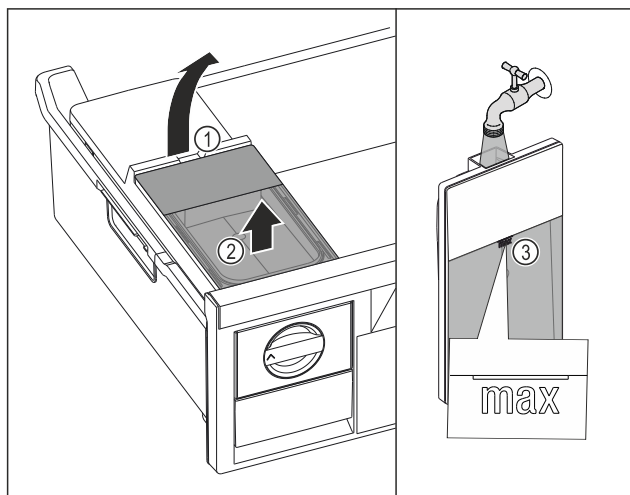

Fig. 85
- ▶ Watertank aan de uitsparing Fig. 85 (1) optillen.
- ▶ Watertank naar boven toe verwijderen. Fig. 85 (2)
- ▶ Watertank tot de markering Fig. 85 (3) vullen met drinkwater.